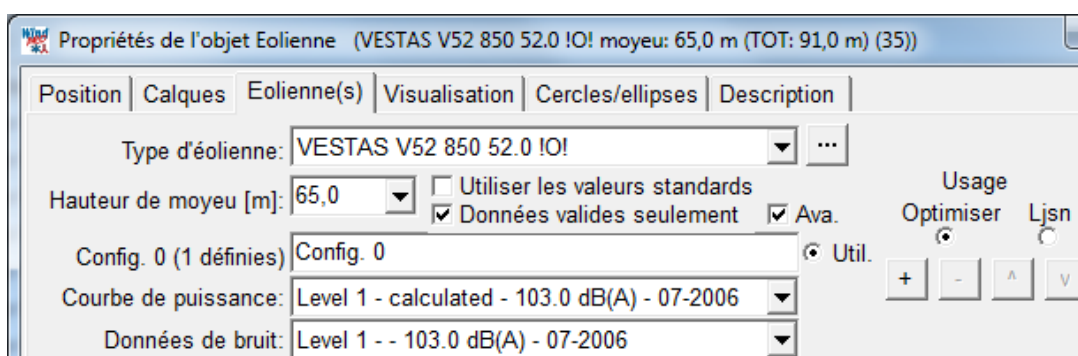

Figure 40
- Cochez l'option *Optimiser*, puis définissez la *Config. 0* (1^{er} niveau de bridage) à l'aide des menus *Courbe de puissance* et *Données de bruit*, il faut que la même courbe puissance (*Level*) soit utilisée dans les deux menus pour que les calculs de productible et de bruit soit cohérent, voir Figure 40.